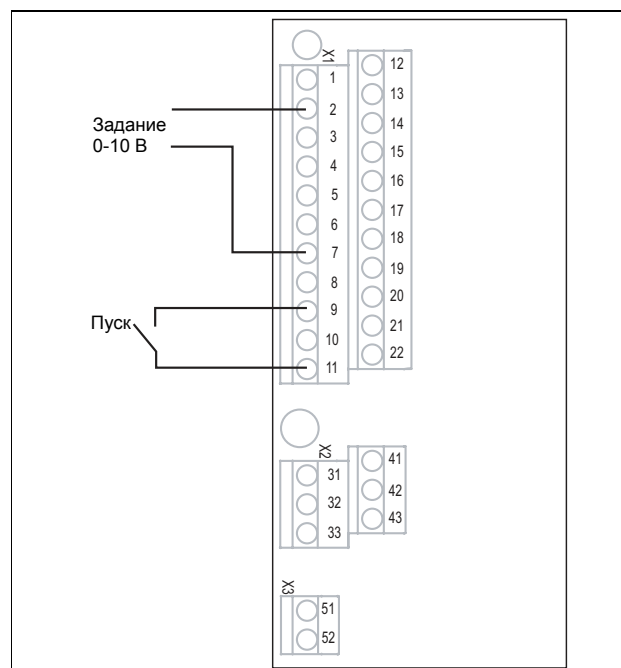

Рис. 32 Подключение
3. Подключите задание к клеммам 7 (Сигнальная земля) и 2 (АнВх 1) согласно Рис. 32 и заданию.
4. Подсоедините внешнюю кнопку запуска между клеммой 11 (+24 VDC) и 9 (В английском руководстве ошибка, должно быть ЦфВх2, Пуск вправо) согласно Рис. 32.